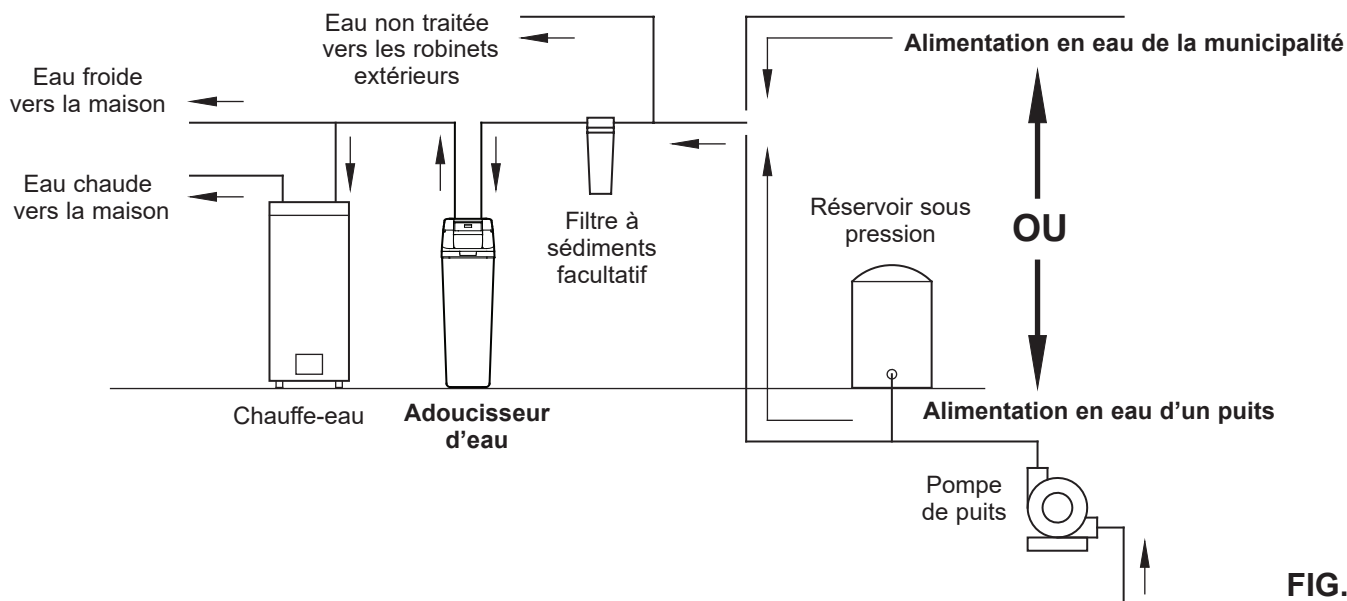

FIG. 4
- Installez toujours l'adoucisseur entre l'arrivée en eau et le chauffe-eau. Tout autre équipement de traitement en eau doit être installé entre l'arrivée en eau et l'adoucisseur d'eau (consultez la figure 4 ci-dessous).